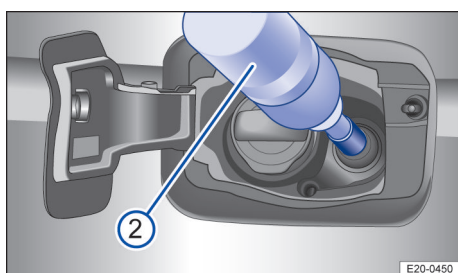

Fig. 165 Alimentarea cu AdBlue cu recipientul de umplere.
2. Așezați recipientul de umplere pe ștuțul de umplere AdBlue® și înșurubați recipientul de umplere cu mâna → fig. 165.
4. Apăsăți recipientul de umplere înspre ștuțul de alimentare cu combustibil și mențineți-l în această poziție → fig. 165 ②.
6. Rezervorul de AdBlue® este plin când din recipientul de umplere nu mai curge AdBlue® → ①.